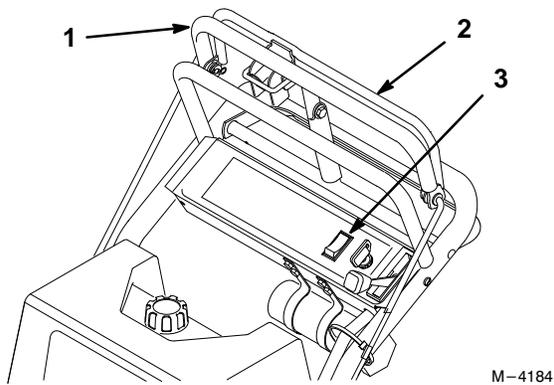

Abbildung 10
1. Am oberen Fahrtriebshebel ziehen, um die Maschine anzuhalten (Abb. 10).